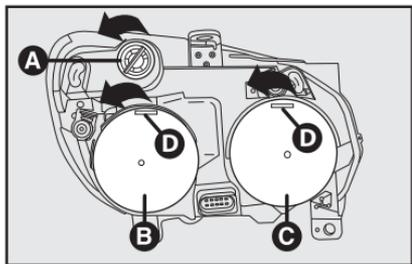

fig. 22
- 1) Remover a tampa de proteção de borracha **C-fig. 22**, puxando-a pela parte **D**;
- 1) Remover a tampa de proteção de borracha **B-fig. 22**, puxando-a pela parte **D**;
- 1) Girar o porta-lâmpada **A-fig. 22** e removê-lo.